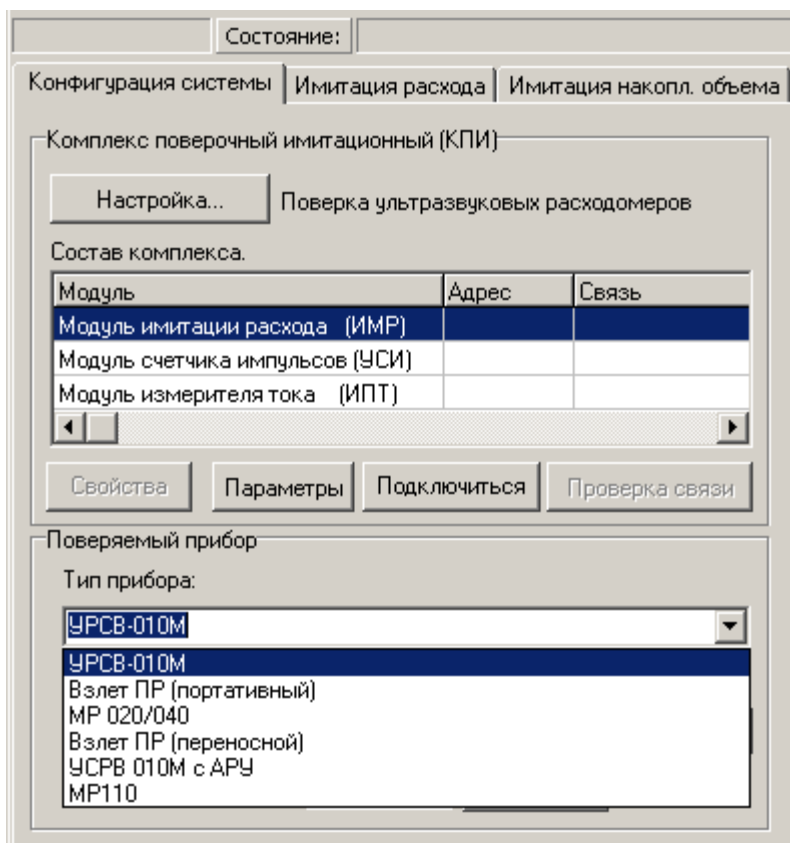

Рис. 7. Вид основного окна со списком типов поверяемых приборов.
2.4.1.6. Тип поверяемого прибора выбирают из списка, который разворачивается после активизации кнопки со стрелкой, расположенной справа от поля ввода **Тип прибора** (рис.7).